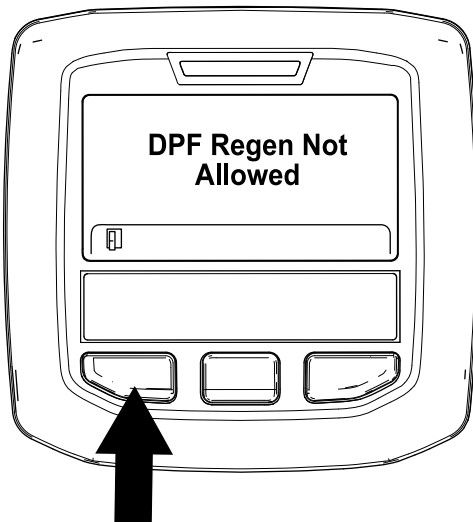

Figura 51
- Si el ordenador del motor no permite el proceso de regeneración, aparece el mensaje "DPF Regen Not Allowed" (Regeneración de DPF no permitida) en el InfoCenter (Figura 51). Pulse el botón de la izquierda para salir a la pantalla de inicio.